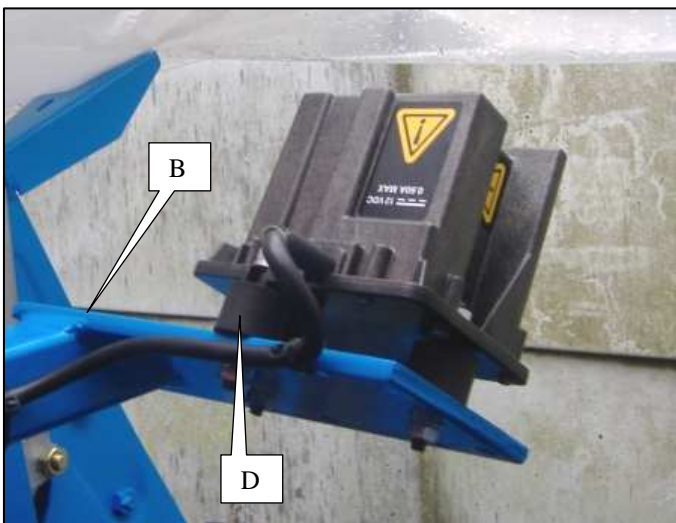

Fig. 3
Nel modello NX, fissare la scatola sensore F (fig. 3) sull'asse superiore blocco ruota.
-Fixer le radar sur son support à l'aide des 3 pièces de fixation caoutchoutées D (Fig.3).
-Secure the radar on its bracket using the 3 rubber securing parts D (Fig.3).